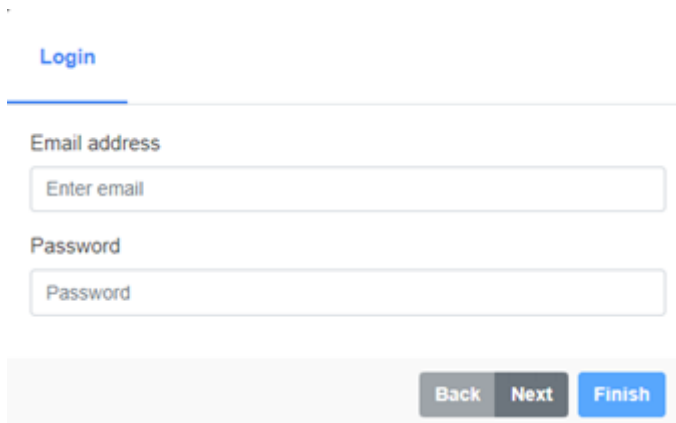

Figura 6.14: Entrada de e-mail y de contraseña del MFM
Paso 9 Digite su login y contraseña previamente registrados en el MFM (Capítulo 3) y haga clic en “Next”, conforme la Figura 6.14.